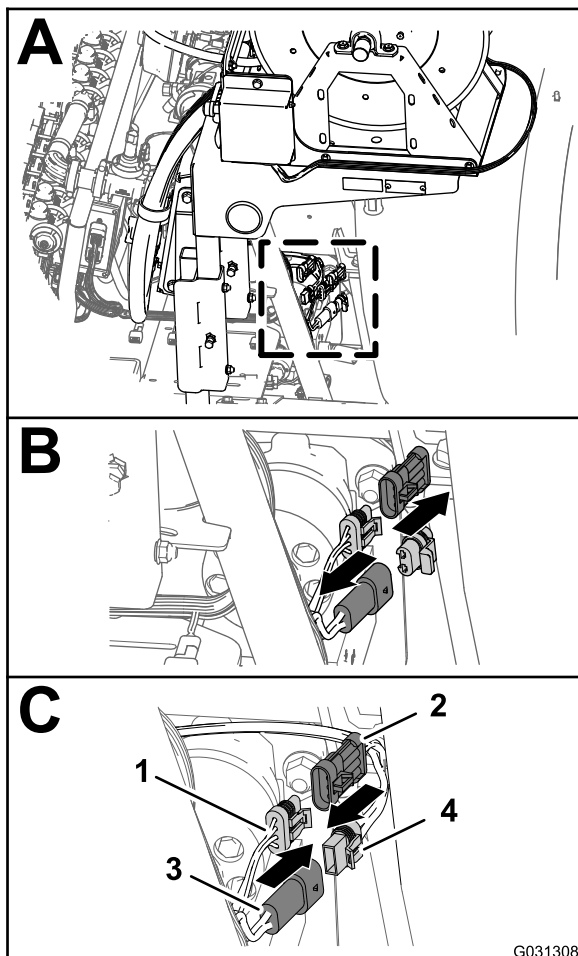

Рисунок 171
1. В задней части машины найдите жгут проводов комплекта электрического шлангового барабана, находящегося в задней части бака опрыскивателя (Рисунок 171).
- Удалите заглушку 2-штыревого разъема главного заднего жгута проводов для питания шлангового барабана (Рисунок 171).
- Подсоедините 2-гнездовой разъем жгута проводов электрического шлангового барабана к 2-штыревому разъему главного заднего жгута проводов (Рисунок 171).
- Снимите крышку с 3-гнездового разъема главного заднего жгута проводов, предназначенного для промежуточного соединения жгута проводов опрыскивателя (Рисунок 171).
- Подсоедините 3-штыревой разъем жгута проводов электрического шлангового барабана к 3-штыревому гнезду главного заднего жгута проводов (Рисунок 171).